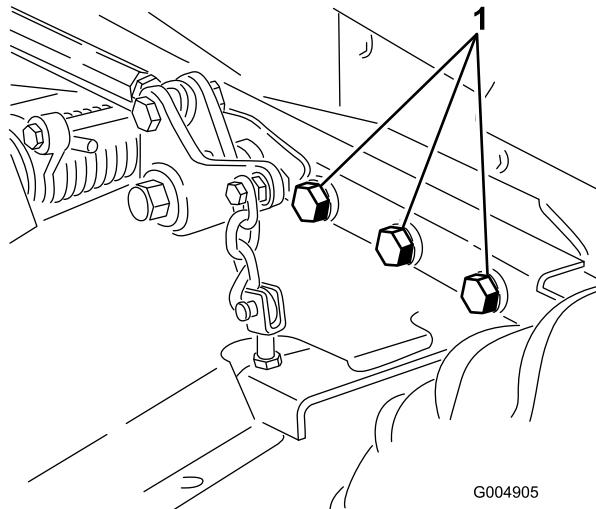

Figura 81
4. Compruebe que todos los herrajes están bien apretados; apriételos si es necesario. En particular, apriete los 6 pernos que fijan el bastidor de la plataforma del cortacésped a la unidad de tracción (Figura 81) a 359 Nm.